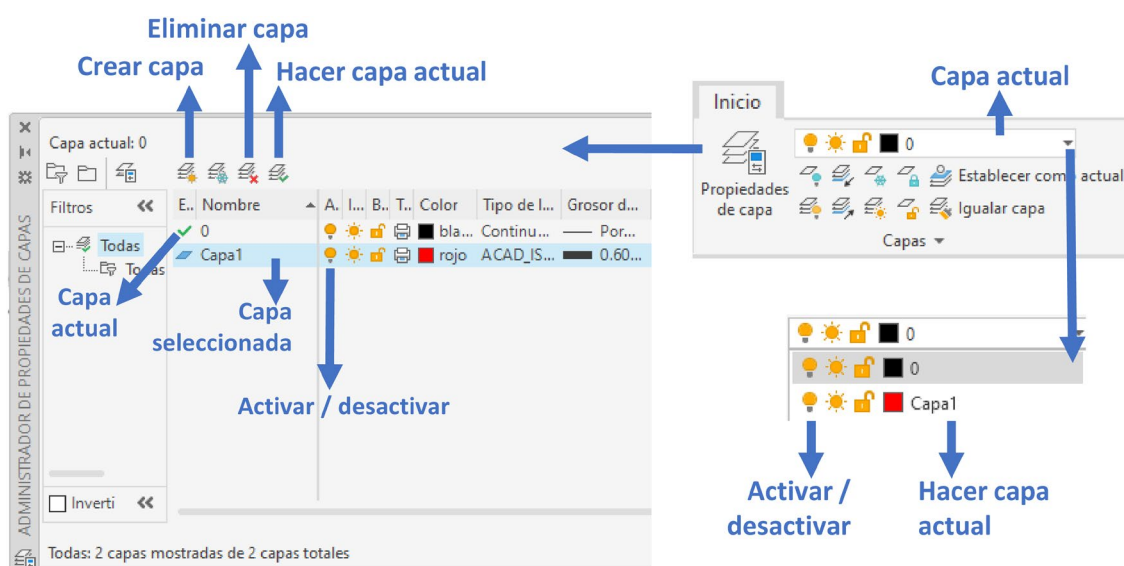
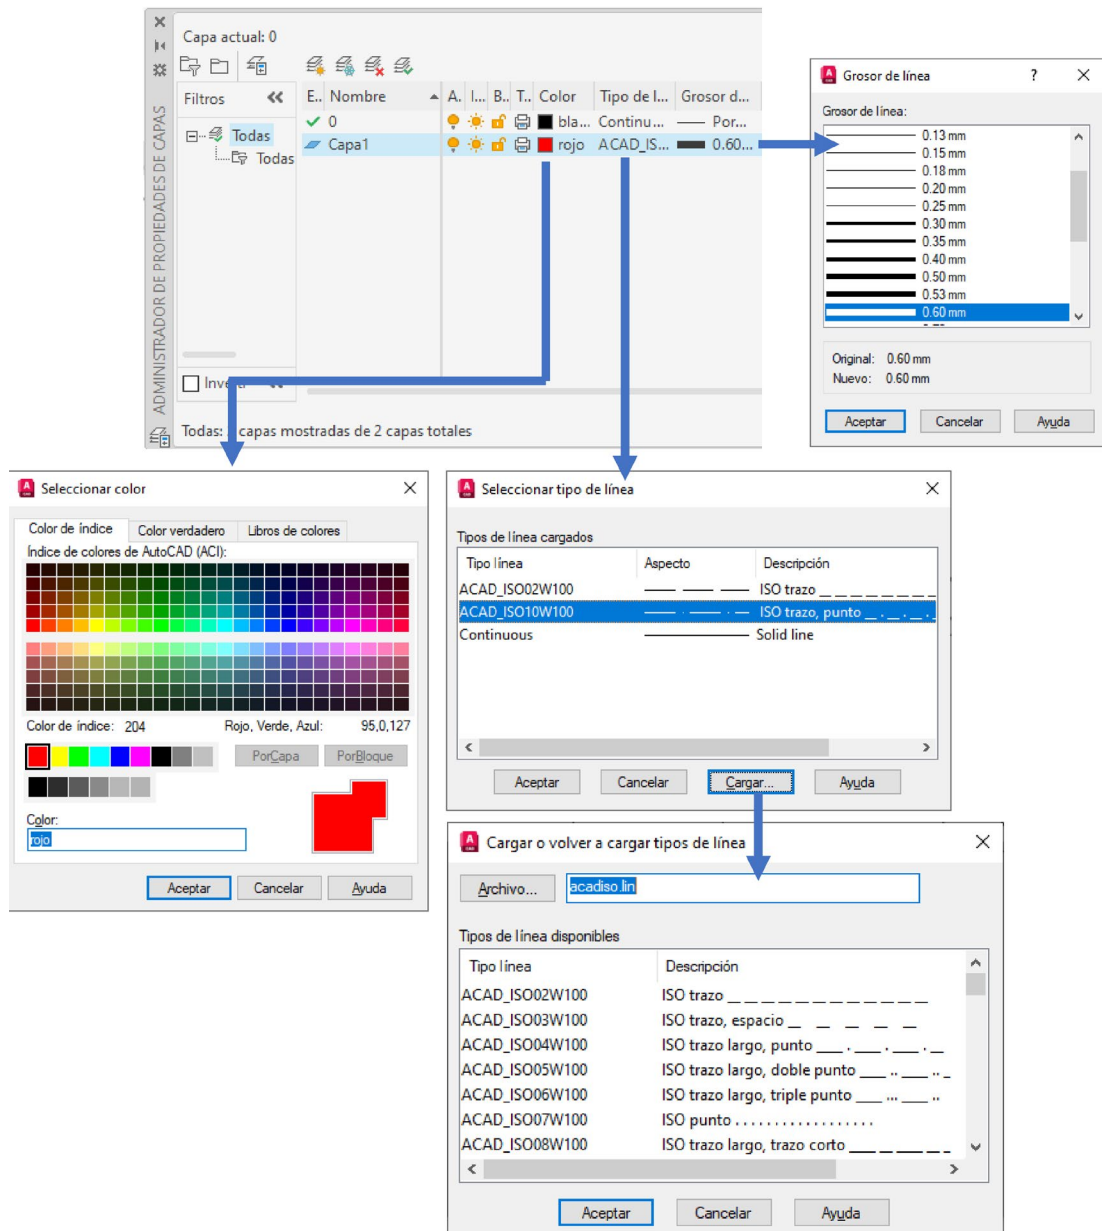

Figura 2.1. Menú *Capas*.
Figura 2.2. Configuración de cada capa.
En el grupo *Capas*, de la pestaña *Inicio*, el botón *Propiedades de capa* muestra el *Administrador de capas*, que permite (Figura 2.1 y Figura 2.2):
La ventana desplegable actúa de dos formas (Figura 2.1):
- Para tener disponibles otros tipos de línea, distintos al tipo continuo, se deben cargar previamente (Figura 2.2). Para que los tamaños de trazos y espacios estén acordes con las dimensiones del dibujo se debe ajustar el factor de escala del tipo de línea escribiendo el comando ESCALATL en el área de texto.